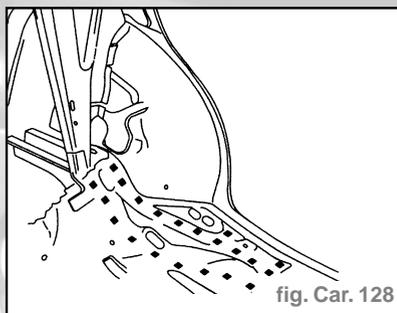

fig. Car. 128
- Effectuer la soudure par remplissage (fig. Car. 128).